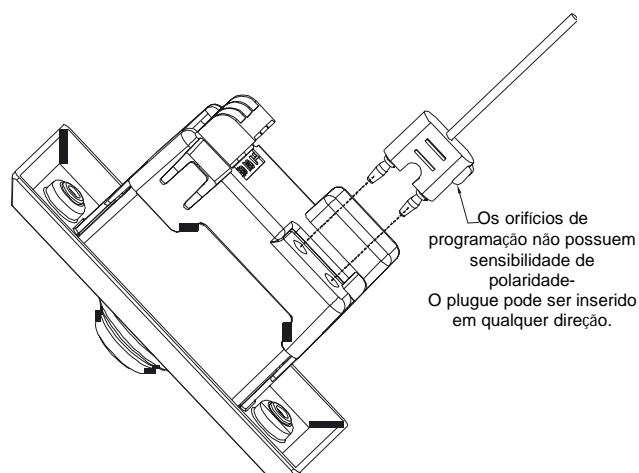

Figura 2
1. Consulte a Figura 2 para localizar os orifícios de programação na parte traseira do TSM-1X.